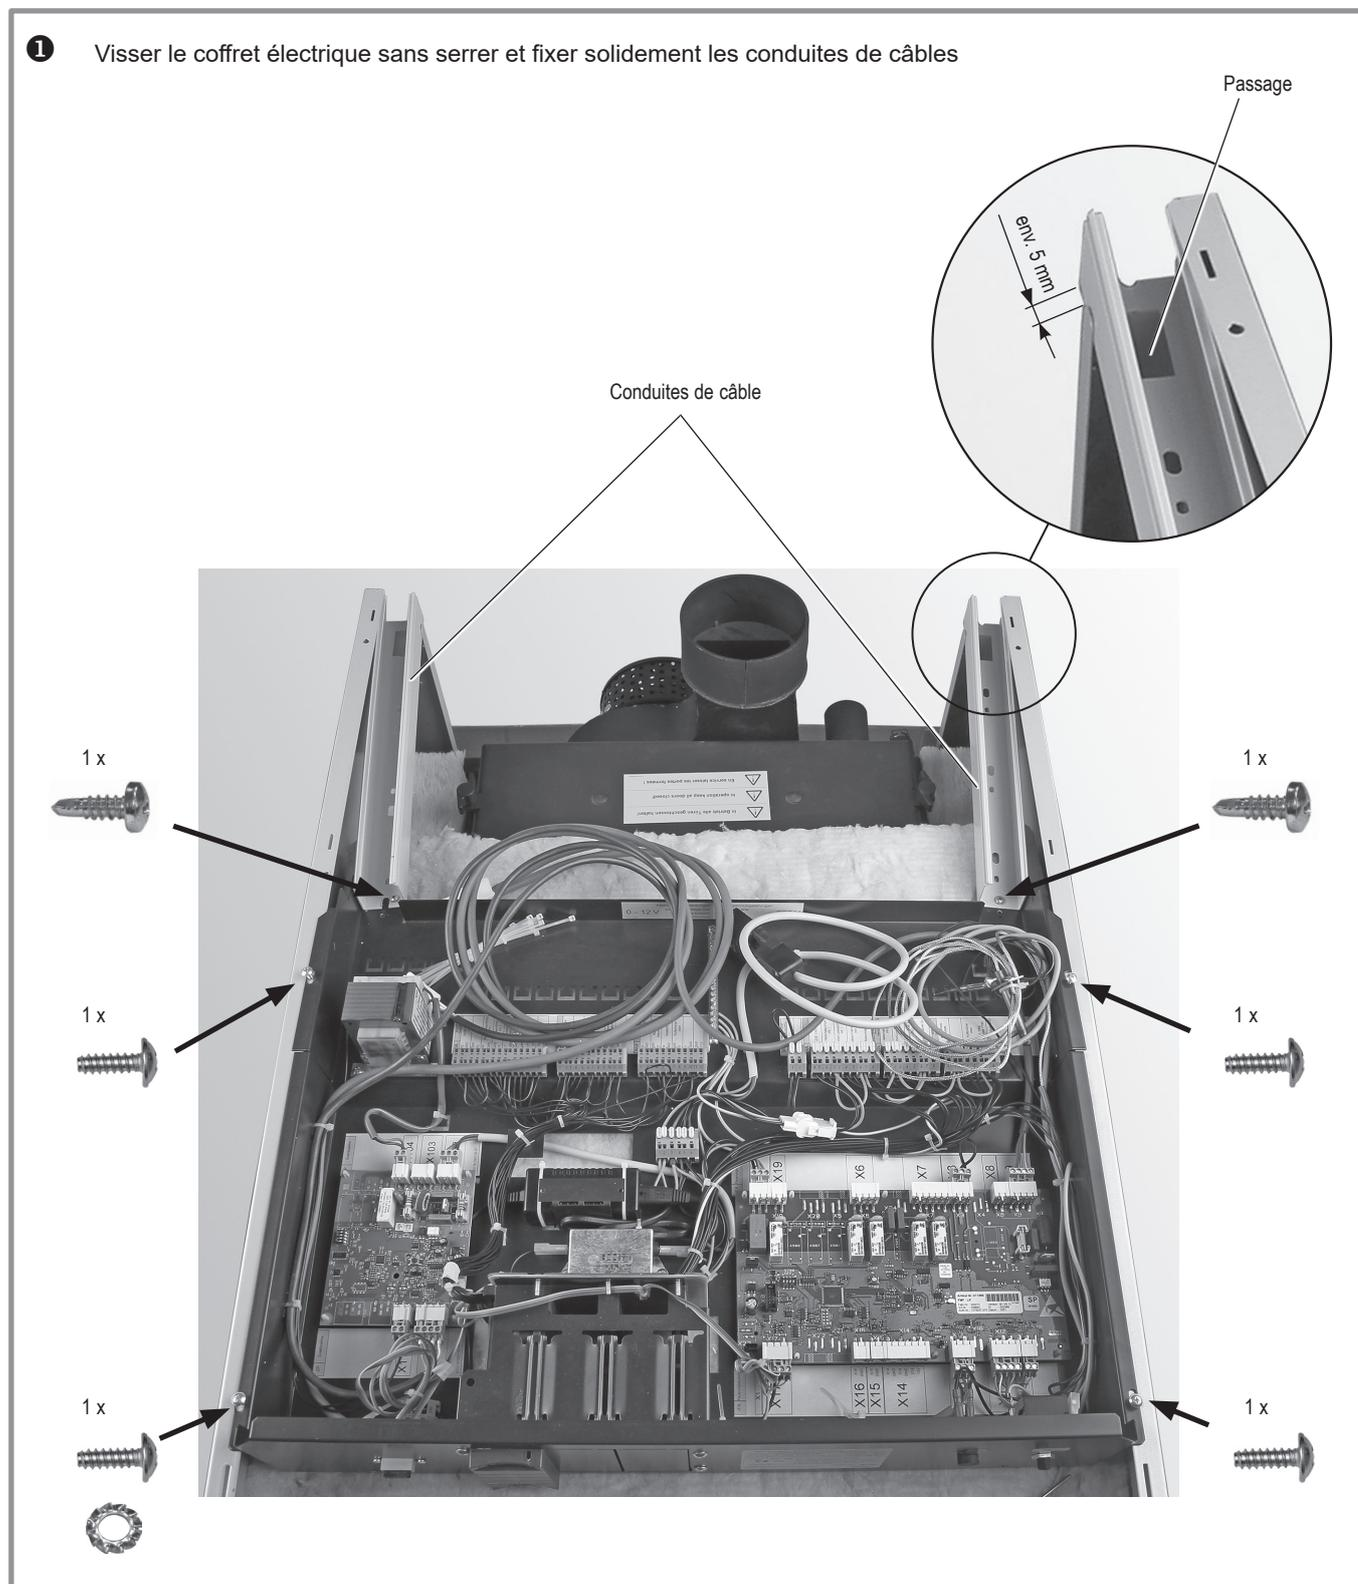

fig. 19 - Montage du coffret électrique
- Placer le coffret électrique sur les parois latérales et le fixer de chaque côté avec 2 vis à tôle et 1 rondelle dentée pour la mise à la terre, sans serrer (*fig. 19*).
- Fixer les conduites de câble droite et gauche (les laisser légèrement dépasser de l'habillage à l'arrière (environ 5 mm) (*fig. 19*)) avec 1 vis perceuse chacune à l'avant du coffret électrique